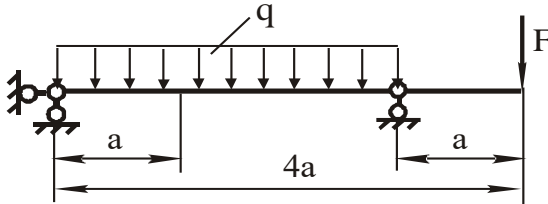

Рис. 12
5. С помощью линии влияния подобрать значение силы F , при котором перерезывающая сила Q в сечении «К» балки (рис. 12) будет равна нулю.